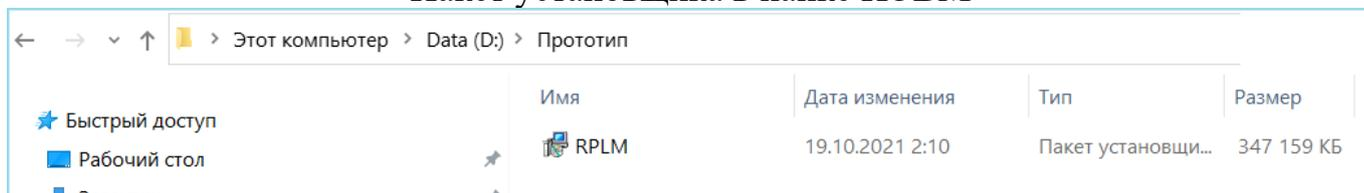

Рисунок 1
- 2) скопировать содержимое оптического диска на ПЭВМ (рис. 1);